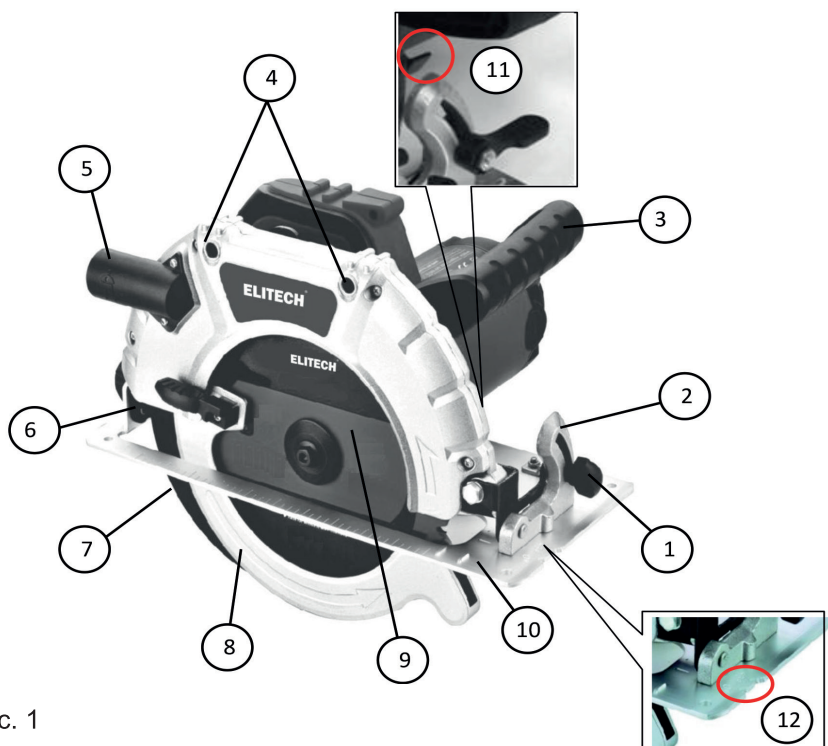

Рис. 1
2. Зафиксировать пильный диск с помощью ручки фиксации диска (поз. 11, рис. 1);
4. Отвести подвижный защитный кожух диска (поз. 8, рис. 1) назад до упора и зафиксировать его
Ослабьте ручку регулировки угла наклона диска (поз. 1, рис. 1). Передвижением опорной платформы установите необходимый угол наклона диска. После регулировки угла наклона диска зафиксируйте ручку регулировки угла наклона диска.
1. Установите пилу (опорную платформу) на пиломатериал и выровняйте положение пильного диска по отношению к линии пропила, пользуясь для этого прорезью для визирования. Если пильный диск не наклонён, совмещайте линию пропила с правой стороной прорези для визирования (рис. 1, поз. 12), при пилении под наклоном (45°) совмещайте линию пропила с левой стороной прорези для визирования (отмечена значком "45" на опорной платформе).